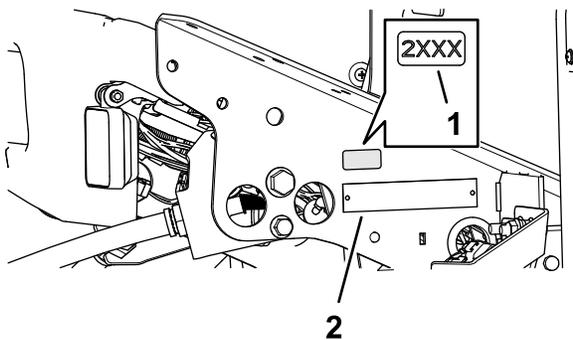

図 7
1. 消毒用アルコールときれいなウェスで、フードロックを取り付けた場所の隣の部分をきれいにぬぐって表面を乾燥させる 図 7。